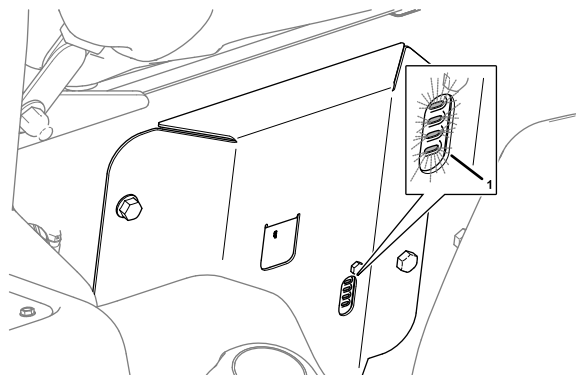

Рисунок 192
- Модем – светодиодные индикаторы загораются (Рисунок 192)